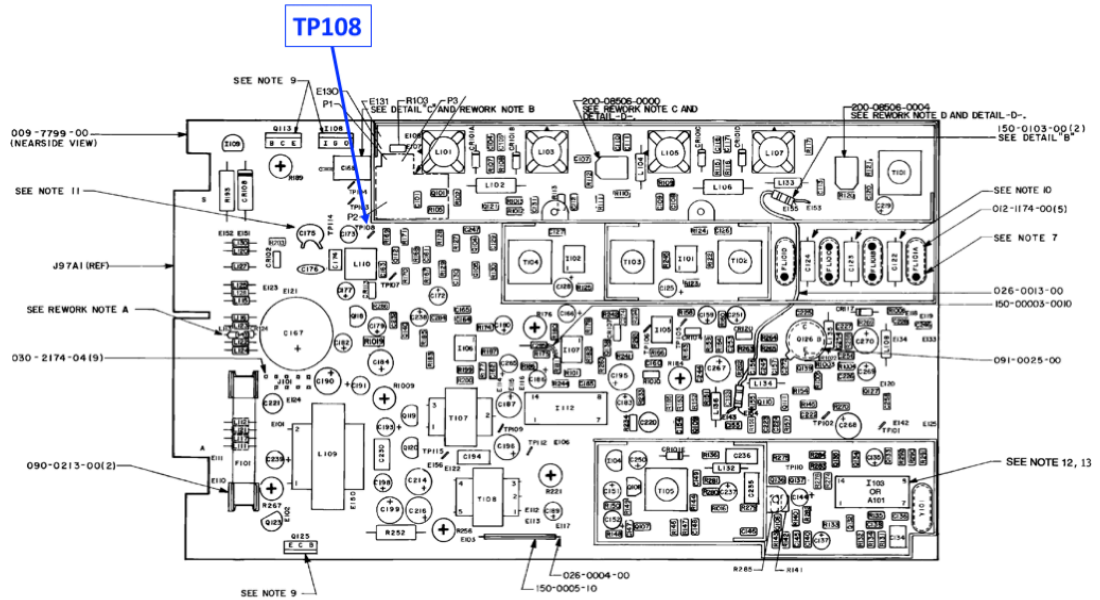

Figure 6.4.5.
- Brancher la sonde jaune de l'oscilloscope au point TP108 de la radio (voir figure 6.4.5. ci-dessous) :